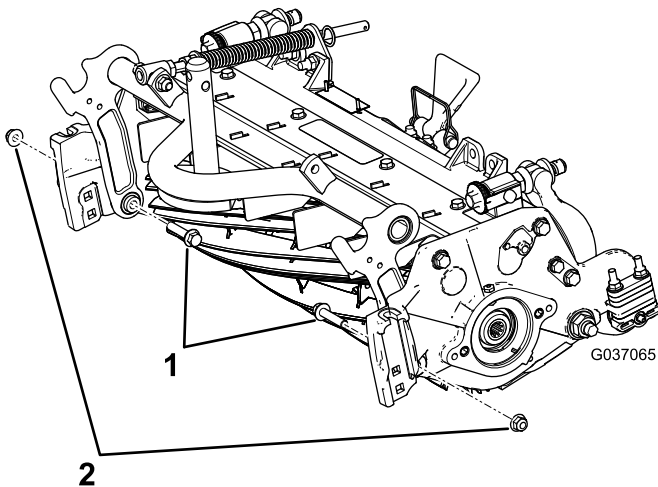

Bild 6
- B. Schrauben Sie die zwei vorhandenen Bundkopfschrauben von innen in die Schneideinheit und befestigen Sie sie mit Sicherungsbundmutter ($\frac{3}{8}$ ") (Bild 6).